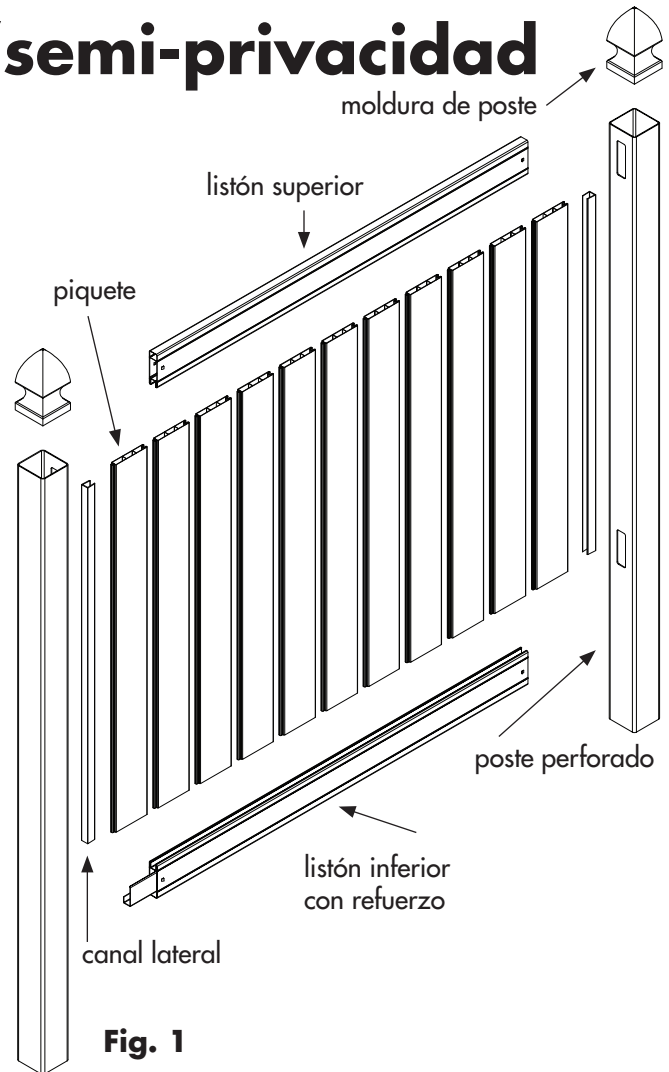

Fig. 1
- Insert a post into the hole. Level and adjust height as needed using gravel. Do NOT place posts permanently at this point. Use bracing and shims as needed. Slide the reinforced bottom rail into the pre-cut post, locking into place with the notched tabs (Fig. 1).
- Inserte un poste en el hueco. Nivela y ajuste la altura como sea necesario con gravilla. NO fije los postes permanentemente por ahora. Use soportes y cuñas si es necesario. Deslice el listón inferior reforzado en el poste precortado asegurándolo en su sitio con lengüetas ahuecadas (Fig. 1).